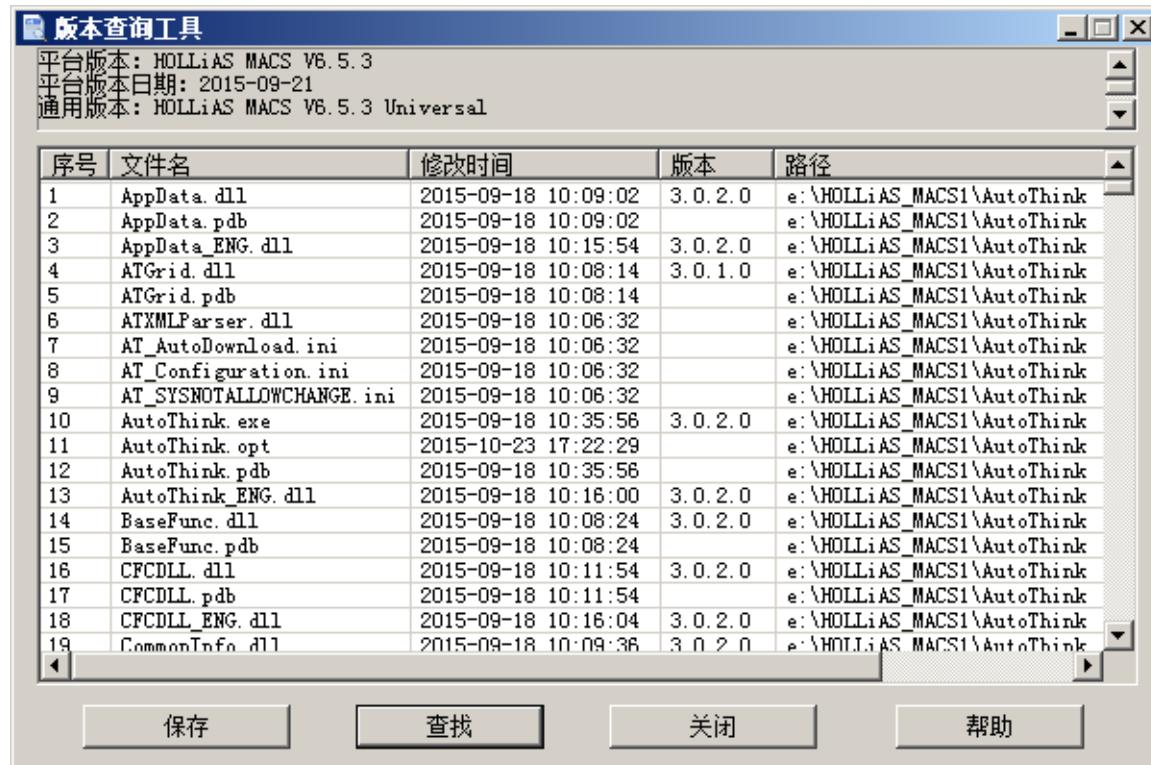

图 5.2-2 版本查询工具
- 查找:** 单击查找按钮，窗口下方出现查找条件输入框，输入完整或者部分文件名称，单击输入框右侧的查找按钮，系统以包含关系在列表中反色定位到所需内容，如图 5.2-2 所示。